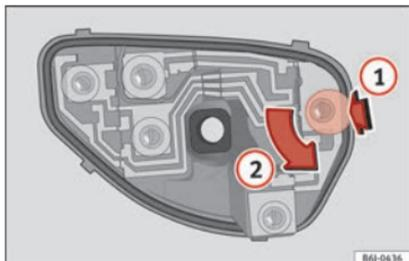

Fig. 197 Cambio delle lampadine delle luci posteriori.
- Una volta tolto il portalampadine, premere nel senso indicato dalla freccia **(1)** e ruotare contemporaneamente nel senso indicato dalla freccia **(2)** » fig. 197.